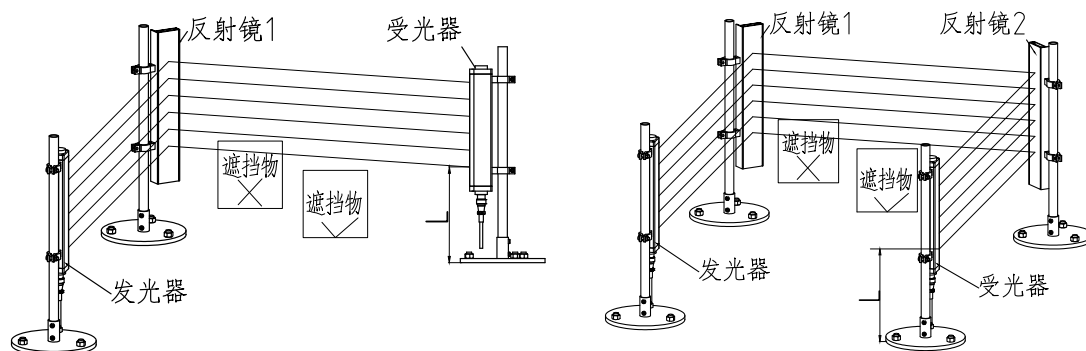

图3-12 STQ光幕安装注意事项
- 1、确认光幕第一束光距离设备平台或地面高度L的尺寸，如果高度L超过300mm, 需要考虑增加其他防护（如图3-12）。